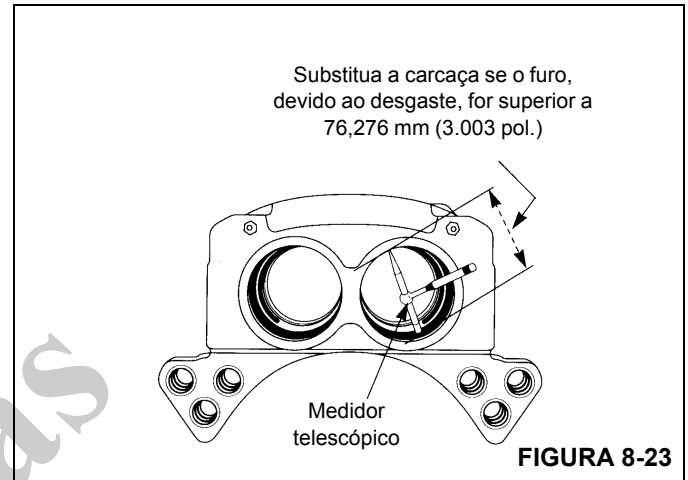

FIGURA 8-23
3. Meça o diâmetro do furo da carcaça. Substitua a carcaça se o desgaste do diâmetro for superior a 3.003 pol. (76,276 mm). Consulte Figura 8-23.